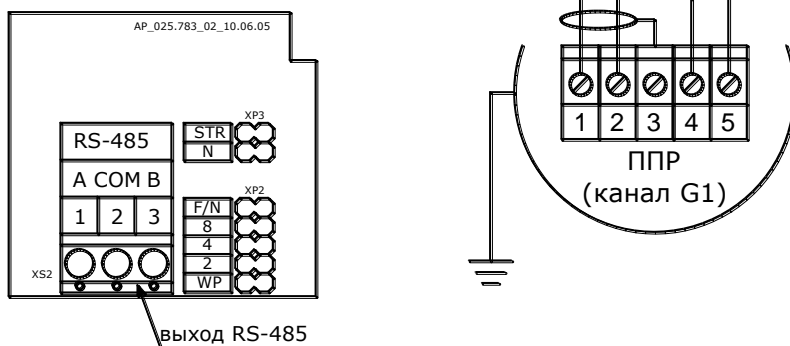

Рис. 8.9
8.9.1 Установка сетевого адреса расходомера осуществляется путём установки/снятия джамперов **2, 4, 8** на **плате RS-485** (поле **ХР2**, см. рис. 8.9) в соответствии с таблицей 8.3. «**ON**» соответствует установленному джамперу, «**OFF**» соответствует снятому джамперу.